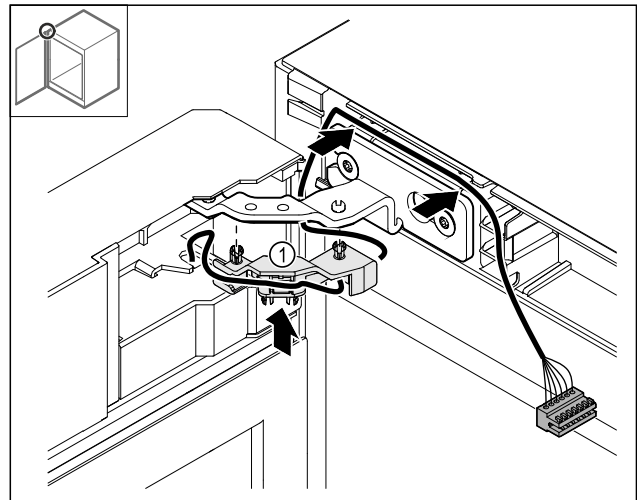

Fig. 48
- ▶ Įspauskite kabelio laikiklį Fig. 48 (1) į lankstą.